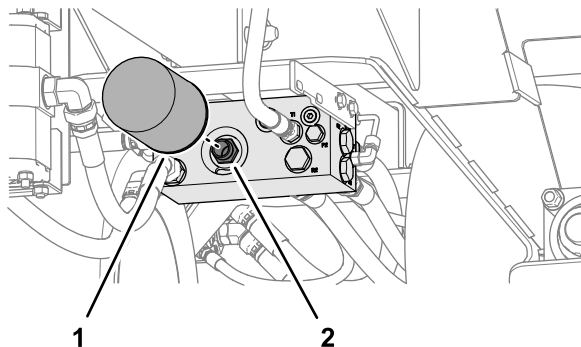

Figure 36
2. Nettoyez la surface autour du filtre et du collecteur hydraulique, placez un bac de vidange sous le filtre et déposez le filtre (Figure 36).
4. Nettoyez la surface de montage du filtre sur le collecteur hydraulique (Figure 36).